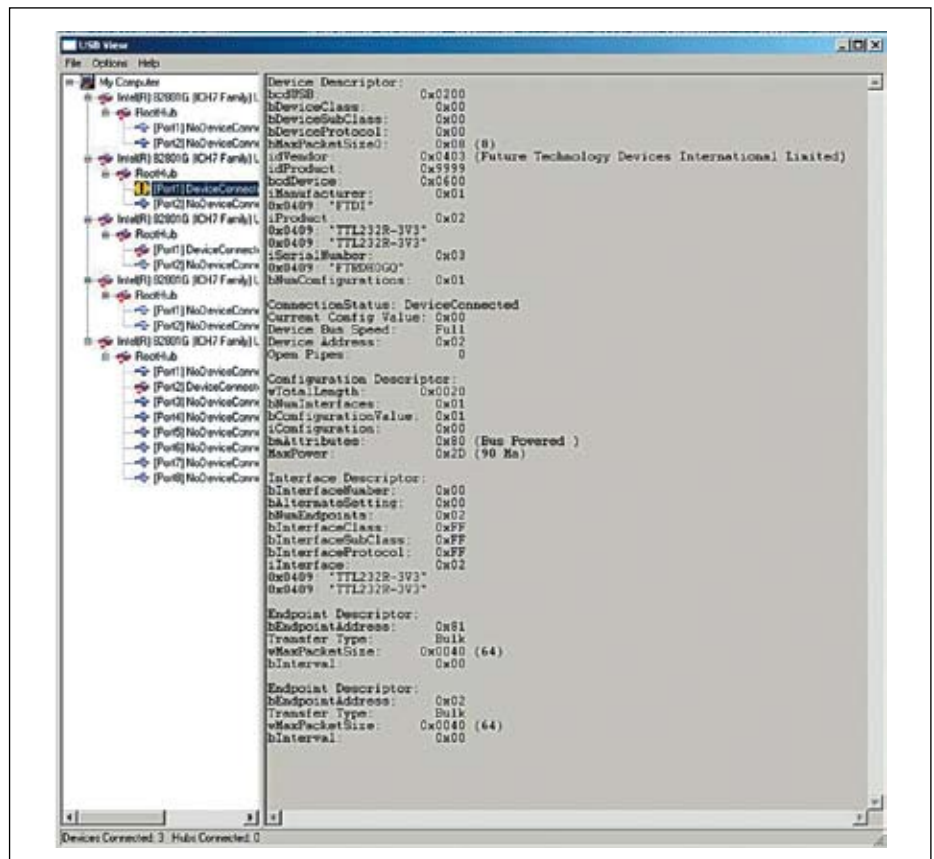
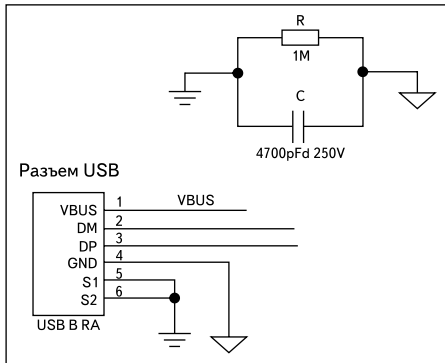

Рис. 10. Утилита USBView
Рис. 11. Развязка «земель»
USBView. Данную программу можно найти и скачать с сайта FTDI. На рис. 10 показана ситуация проверки причины неправильно-
- по мнению FTDI, 99% таких случаев вызваны прямым подключением экрана разъема к «земле» — в соответствии с рис. 10 это обозначает, что выводы разъема USB 5 и 6 соединены с выводом 4 этого же разъема. Такое соединение является некорректным. Один из вариантов развязки сигнальной и приборной «земель» приведен в качестве примера на рис. 11;